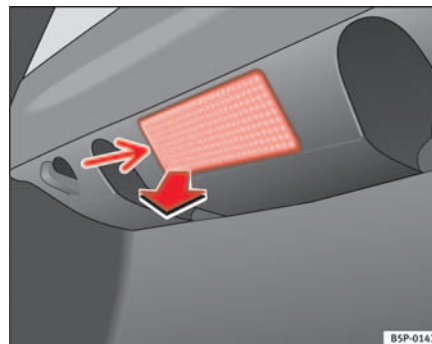

Abb. 194 Gepäckraumbeleuchtung
- Das Lampenglas der Glühlampe durch Druck mit einem Schraubenzieher auf dessen Unterseite -Pfeil- abnehmen ⇒ Abb. 194. ►